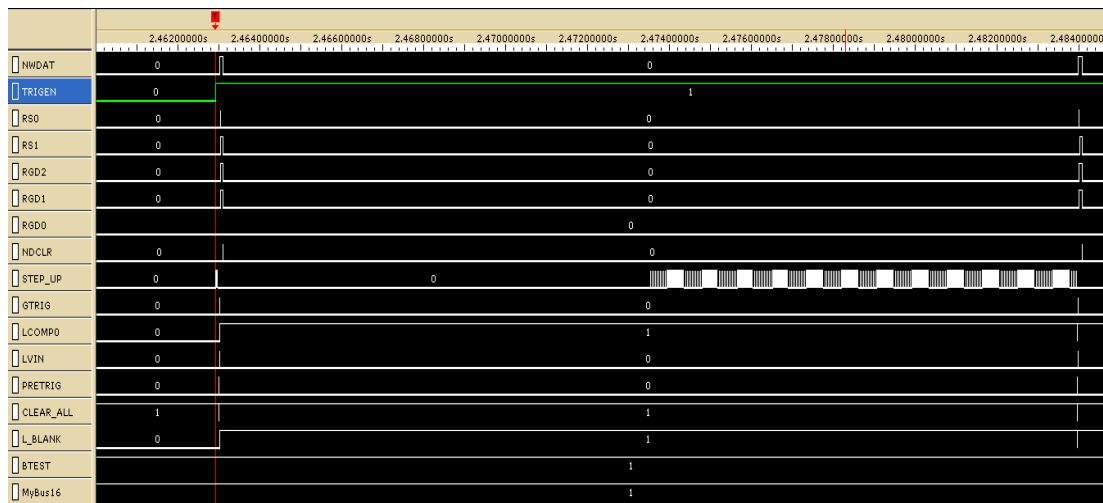

图 1
1. 图 1 为 TRIGEN（触发允许位）有效后的第一、二个周期的时序图，若 TRIGEN 保持有效，后来的周期与第二个周期的时序相同（触发源为 TRIGEN）